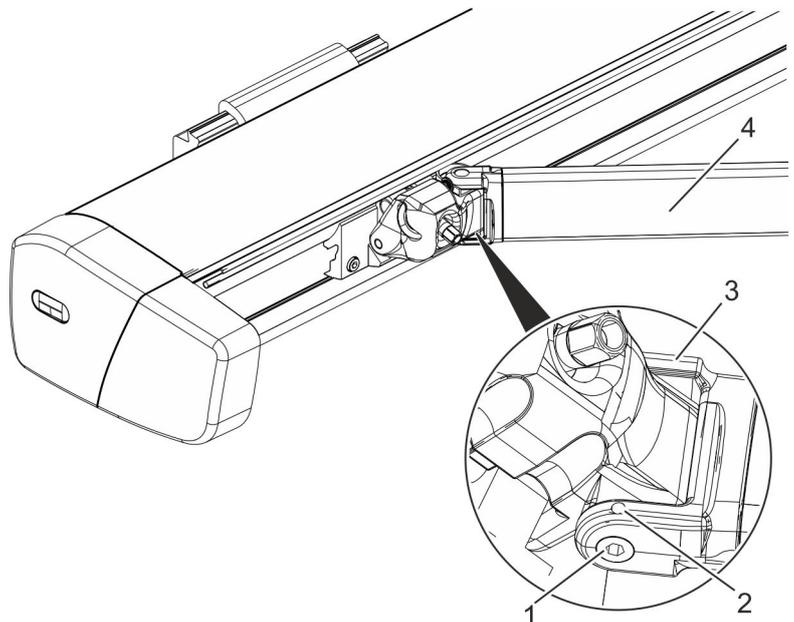

Abb. 17: Komponenten der ArmniveauEinstellung
- 3.** ▶ Klemmschraube Innensechskant M5×10 (Abb. 17/2) an der Oberarmgabel (Abb. 17/3) lösen.
- 4.** ▶ Über den Exzenterarmlagerbolzen (Abb. 17/1) mit Schlüssel SW5 die Gelenkarme (Abb. 17/4) auf waagrechte Lage einstellen.
- 5.** ▶ Klemmschraube Innensechskant M5×10 (Abb. 17/2) festziehen.